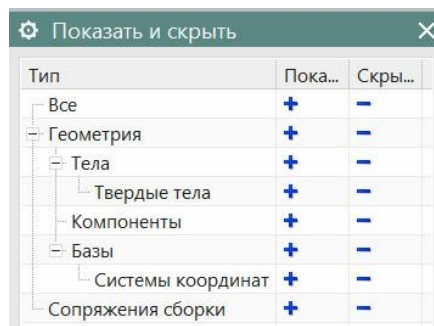

Рис.75
- Следующая пиктограмма открывает список из 3-х команд (рис.74), но нам интересна самая первая - **«Показать и скрыть»**. Она управляет видимостью целых групп графических примитивов, представленных на экране монитора (рис.75). Эта опция **очень удобна**, поскольку позволяет одним кликом значительно «очистить» рисунок, выключая видимость сразу всех эскизов, систем координат (СК), твердых тел, поверхностей и пр.